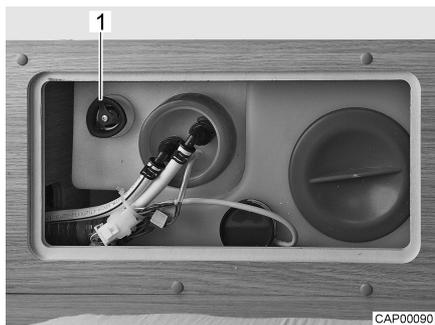

Bild 58 Wassertank mit Drehgriff
- Auf dem Wassertank den Drehgriff (Bild 58,1) im Uhrzeigersinn bis zum Anschlag drehen.
- Auf dem Wassertank den Drehgriff (Bild 58,1) entgegen dem Uhrzeiger-sinn bis zum Widerstand drehen. Das Wasser läuft bis auf ca. 20 Liter aus.